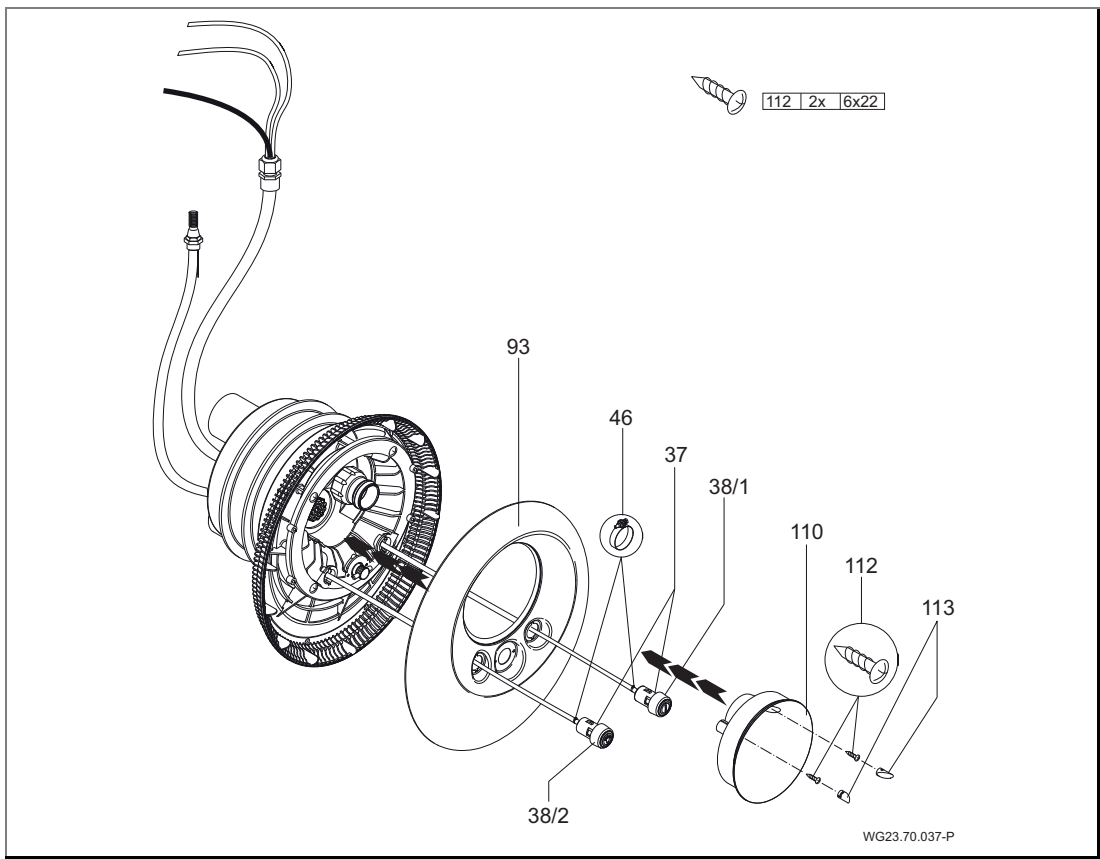

Fig. 18
7. Faire passer les flexibles pneumatiques à travers les ouvertures du cache en acier inoxydable (93) ; éclairage MARCHE / ARRÊT gauche ; pompe MARCHE / ARRÊT droite ; et fixer aux boutons-poussoirs correspondants à l'aide des pinces pour flexibles (46). (Fig. 18)